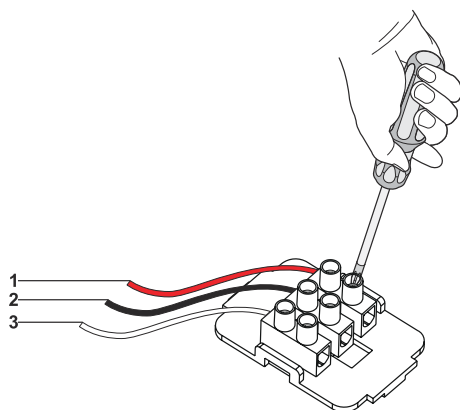

Fig. 16
- 1. ➤ NC / COM:** Når disse 2 forbindelser bruges og emhætten slukkes vil emhætten give det forbundene apparat konstant signal. (Fig. 16).
- 2. ➤ NO / COM:** Når disse 2 forbindelser bruges og emhætten tændes vil emhætten give det forbundene apparat konstant signal. (Fig. 16).